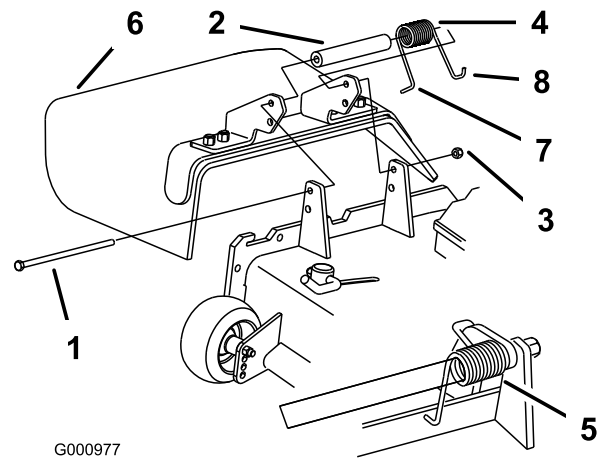

Figura 38
1. Retire la contratuercas, el perno, el muelle y el espaciador que sujetan el deflector a los soportes de pivote (Figura 38). Retire el deflector de hierba dañado o desgastado.
Nota: Asegúrese de colocar el extremo en **L** del muelle detrás del reborde de la carcasa antes de instalar el perno, según se muestra en Figura 38.
3. Instale el perno y la tuerca Coloque el extremo en **J** del muelle alrededor del deflector de hierba (Figura 38).